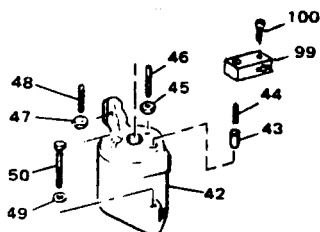

図3-4 スピードセッティング・シリンダ分解図
4. 先ずスピードセッティング・ピストンストップ・セットスクリュ (48, 図3-4) がスピードセッティング・シリンダの頂部から12.7mm (1/2inch) 出るようにスピードセッティング・ピストンストップ・セットスクリュの位置をきめます。
スピードセッティング・ピストンロッド上にある最高速リミッティングバルブ・アジャスティングスクリュ（44，図3-4）がスピードセッティング・シリンダの頂部にあるリミッティング・チェックバルブ（43）に接触し早目にバルブシートから外れないように確かめます。
8. 制御空気圧を最大値に調節します。原動機速度が安定するまで待つ。リミッティングバルブ・アジャスティング・スクリュ（44，図3-4）を時計方向に，原動機速度が低下し始めるまで回し， $\frac{1}{4}$ から $\frac{1}{2}$ 回転戻し，その位置にロックします。これで，何等かの原因でスピードセッティング・ピストンが最高速の位置をゆき過ぎても，原動機が突発的に過速状態になるのを防いだり，制限することになります。
10. ピストンストップ・セットスクリュ（48，図3-4）を時計方向に回し，スピードセッティング・ピストンの頂部に当たった所から，2回転もどし，その位置でロックします。